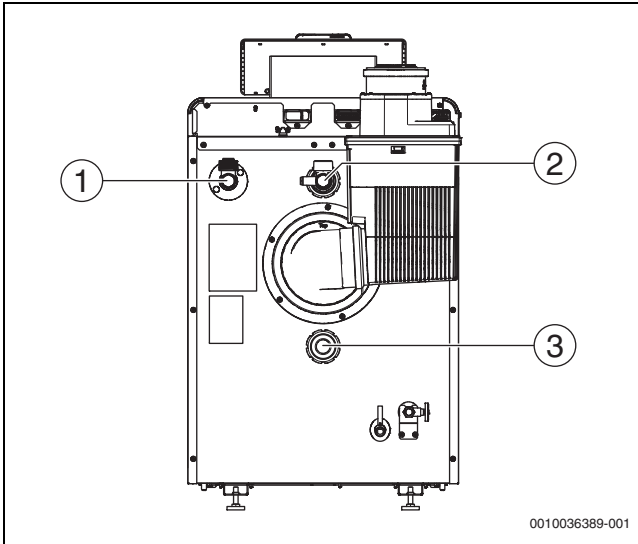
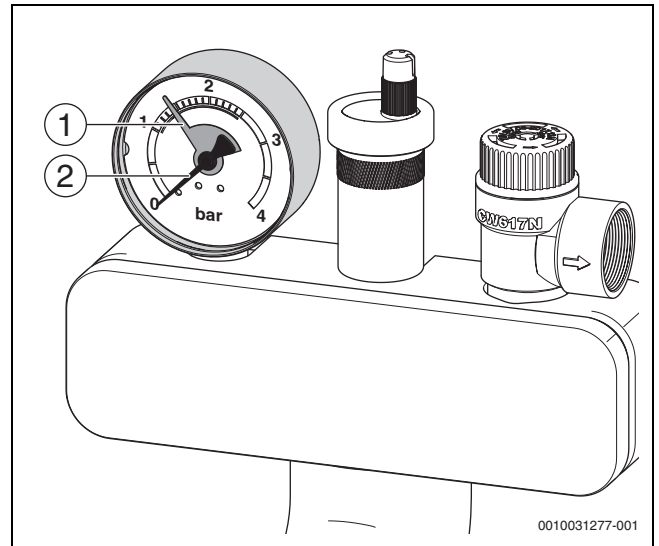

Bild 25 Vorlauf (VK) und Rücklauf (RK) montieren
Bild 26 Manometer
- Roten Zeiger (→ Bild 26) des Manometers auf den erforderlichen Mindestdruck von 1 bar einstellen.
- Heizungsanlage über den bauseitigen Füllhahn (→Bild 25) langsam befüllen. Dabei Druckanzeige des Manometers (→ Bild 26) beachten.